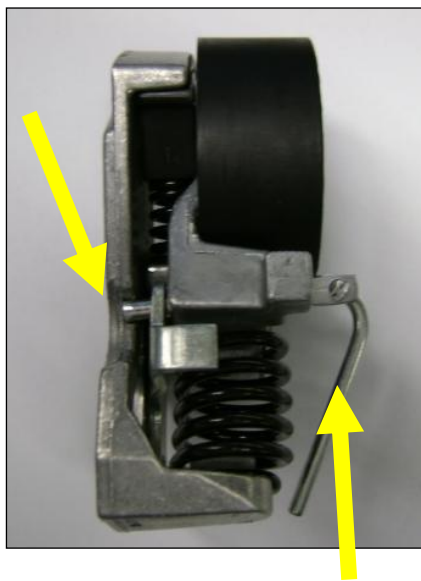

Fig. 4
- vridspännaren (12 mm blocknyckel) så att en 5 mm pinne kan skjutas in i stoppet. (Fig. 4)